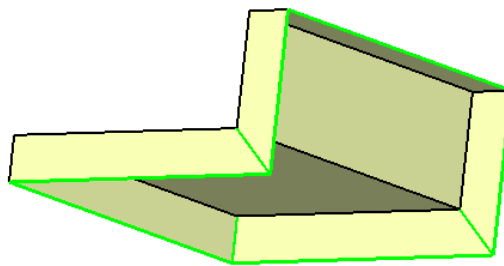

Figura 2.67 Ejemplo Side Surface.
- **Side Surface (Superficie lateral):** se genera una superficie lateral en el contorno, que une la superficie original y la desplazada como en el ejemplo de la *Figura 2.67*.